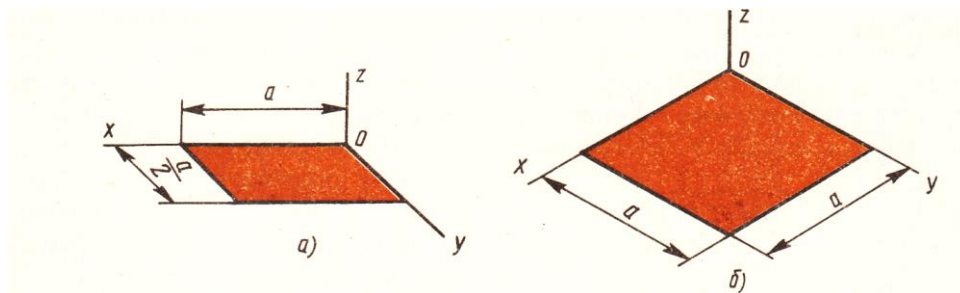

Рис. 2. Аксонометрические проекции квадрата: *а* — фронтальная диметрическая; *б* — изометрическая
Построение аксонометрической проекции квадрата показано на рис. 2, а и б
Построить фронтальную диметрическую и изометрическую проекции детали, три вида которой приведены на рис. 2
1. Проводят оси. Строят переднюю грань детали, откладывая действительные величины высоты — вдоль оси z , ширины — вдоль оси x (рис. 2, а).
2. Из вершин полученной фигуры параллельно оси y проводят ребра, уходящие вдаль. Вдоль них откладывают толщину детали: для фронтальной диметрической проекции — сокращенную в 2 раза; для изометрии — действительную (рис. 2, б).
3. Через полученные точки проводят прямые, параллельные ребрам передней грани (рис. 2, в).
4. Удаляют лишние линии, обводят видимый контур и наносят размеры (рис. 2, г).
Сравните левую и правую колонки на рис. 2. Что общего и в чем различие данных на них построений?